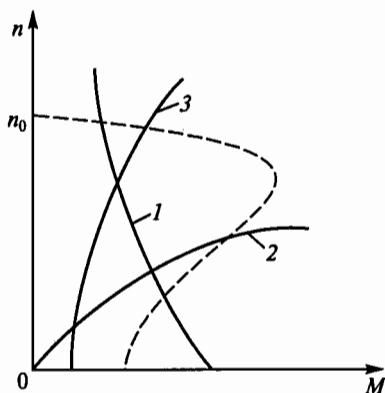

Рис. 260
**11.21.** На рис. 260 представлены три механические характеристики (1...3) производственных механизмов и механическая характеристика асинхронного двигателя с короткозамкнутым ротором, показанная пунктиром. Для производственного механизма с какой характеристикой пригоден данный двигатель?